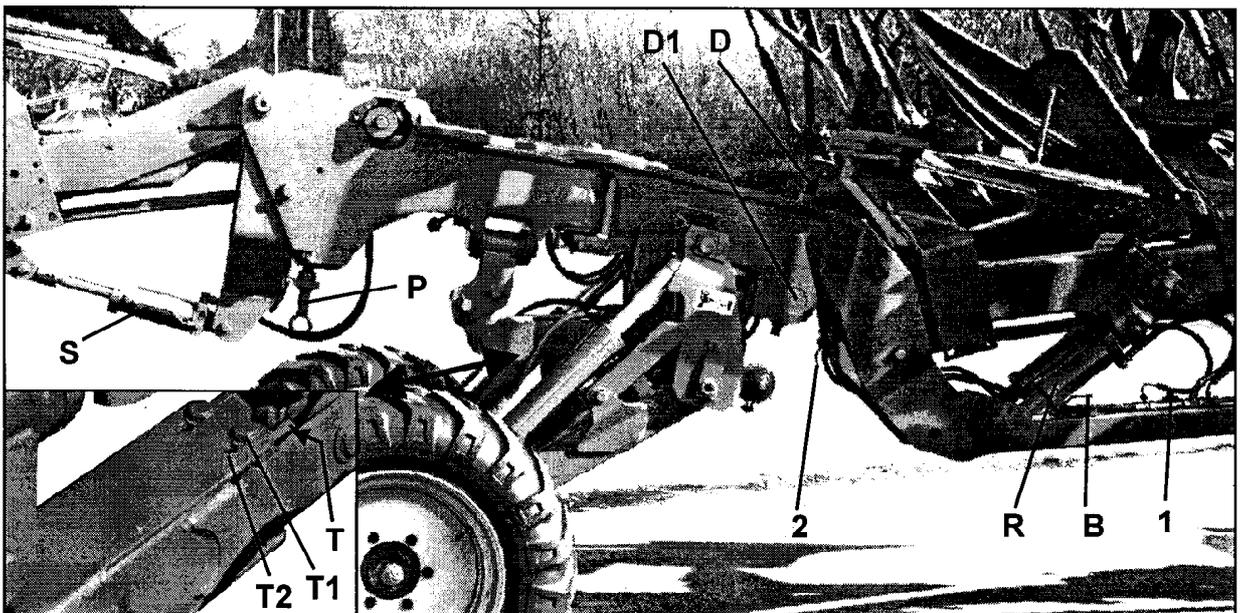

Fig.8
Verstellbare Federbelastung für gute Boden Anpassung und festen Sitz des Pflughinterteils: hält der Pflug „hinten“ nicht seine Tiefe, kann die Vorspannung erhöht werden – dazu Pflug etwas anheben. Mutter T (Fig.8) entsichern und damit das „Federpaket“ soweit vorspannen, um Schrauben T1 zu entnehmen. Danach das „Paket“ weiter vorspannen und die Schrauben in Bohrungen T2 befestigen. **Mutter (T) wieder zurückdrehen und sichern.**